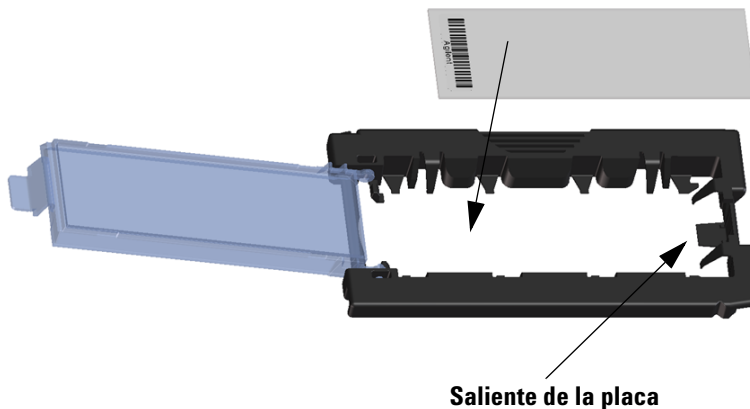

Figura 7 Insertar la placa en el portaplacas
- c Coloque con cuidado el extremo de la placa sin la etiqueta del código de barra sobre el saliente de la placa. Consulte Figura 7.